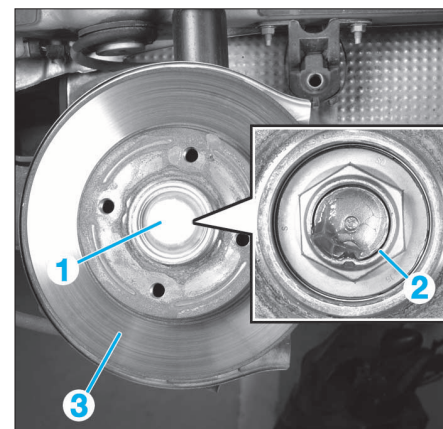

FIG. 13
- Déposer (Fig.13) :
- le bouchon d'étanchéité (1)
- l'écrou de moyeu (2)
- le moyeu-disque de frein arrière (3).